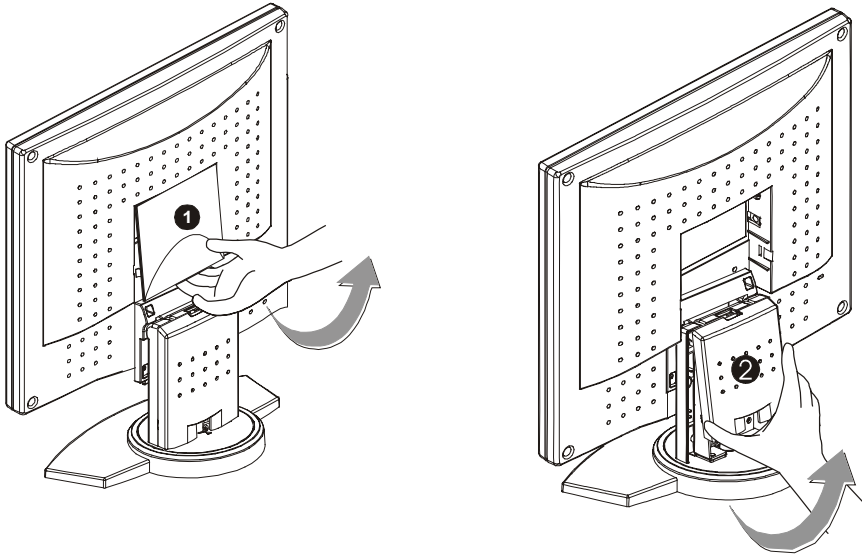

Figure 1-2
1. Retirez le panneau arrière (voir 1) du moniteur (cf. Figure 1-2)
2. Retirez le panneau du cou (voir 2) du pied (cf. Figure 1-2)